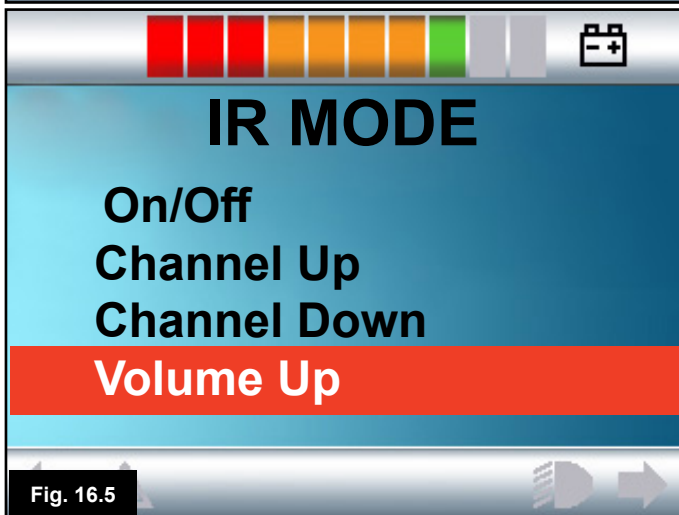

Fig. 16.5
6. Ved å skyve joysticken mot høyre eller venstre vil du aktivere den uthevede IR-kommandoen (Fig. 16.5).
Det finnes en liste over tilknyttede IR-kommandoer for hvert tilbehør. For eksempel for alternativet TV, vil kommandoer som "On/Off" (Av/på), "Channel Up" (Neste kanal), "Channel Down" (Førrige kanal), "Volume Up" (Øke lydstyrke), "Volume Down" (Senke lydstyrke) vises. Når Omni overfører den valgte kommandoen, vil den være uthevet med rød bakgrunn (Fig. 16.5).